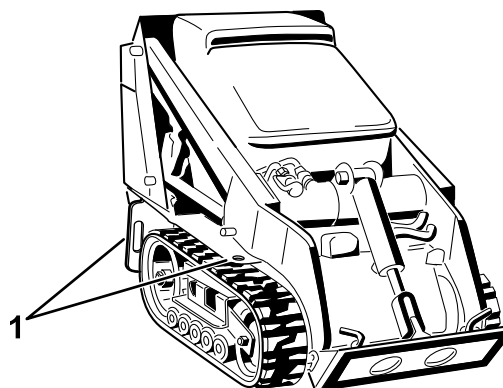

Figure 21
8. Servez-vous des points d'attache en métal de la machine pour l'arrimer solidement sur la remorque ou le véhicule de transport au moyen de sangles, chaînes, câbles ou cordes (Figure 21). Voir la réglementation locale concernant les exigences en matière d'arrimage.
Vous pouvez soulever la machine en vous servant des points d'attache/de levage ; voir Figure 21.